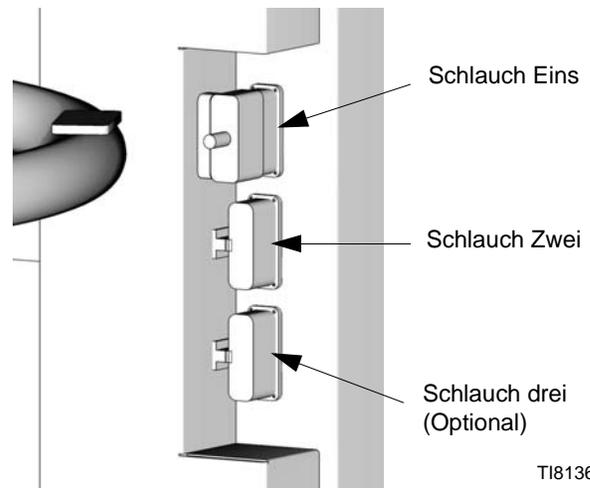

ABB. 4: Ansicht der elektrischen Kontrollbox von hinten
1. Befestigen Sie die 16-poligen Elektrostecker der Kabel für die langen beheizten Schläuche im entsprechenden 16-poligen Stecker an der Rückseite der elektrischen Schalttafel. Siehe ABB. 4.